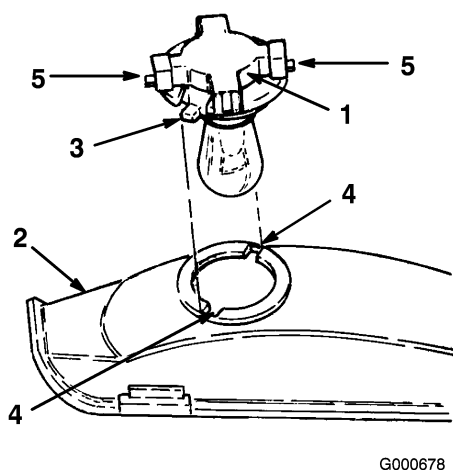

Figura 41
4. Ruotate il portalampada di 1/4 di giro in senso antiorario e toglietelo dal riflettore (Figura 41).
5. Premete e ruotate la lampada in senso antiorario finché non si ferma (circa 1/4 di giro) e toglietela dal portalampada (Figura 41).
2. Il portalampada è dotato di due linguette (Figura 41). Allineatele con le scanalature nel riflettore, inserite il portalampada nel riflettore e ruotatelo di 1/4 di giro in senso orario finché non si ferma.